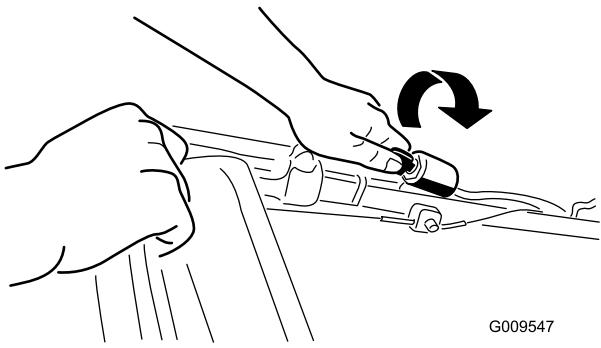
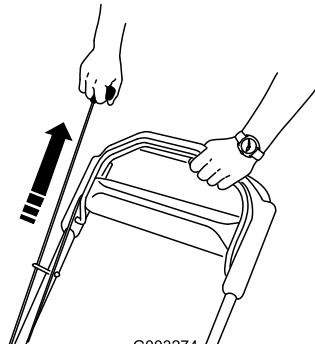

Figure 14
Figure 15
2. Tournez la clé de contact (Figure 14) ou tirez la poignée du lanceur (Figure 15).
**Remarque:** Tirez lentement la poignée du lanceur jusqu'à ce que vous sentiez une résistance, puis tirez vigoureusement (Figure 15). Laissez le lanceur se rétracter lentement jusqu'à la poignée.